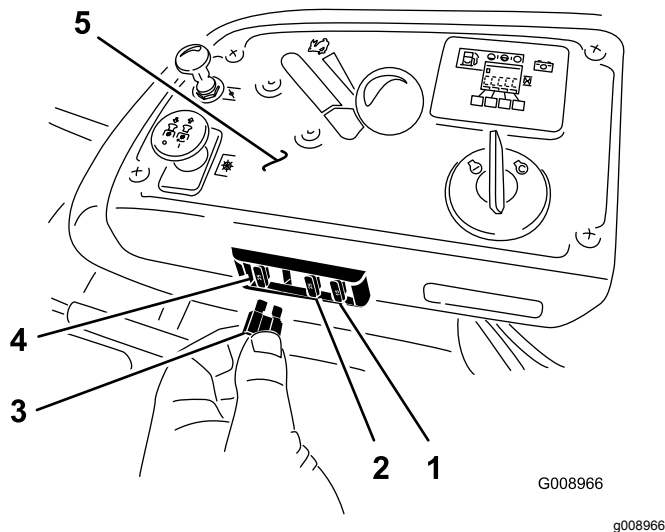

Figura 59
Los fusibles están situados en la consola, a la derecha del asiento (Figura 59).
2. Instale un fusible nuevo (Figura 59).